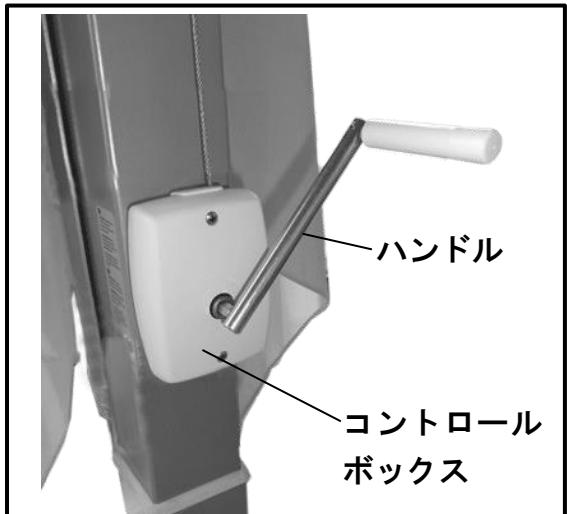

図.6
③ パラソル本体 (A) にあるコントロールボックスにハンドル (e) を差し込みます。(図.6)